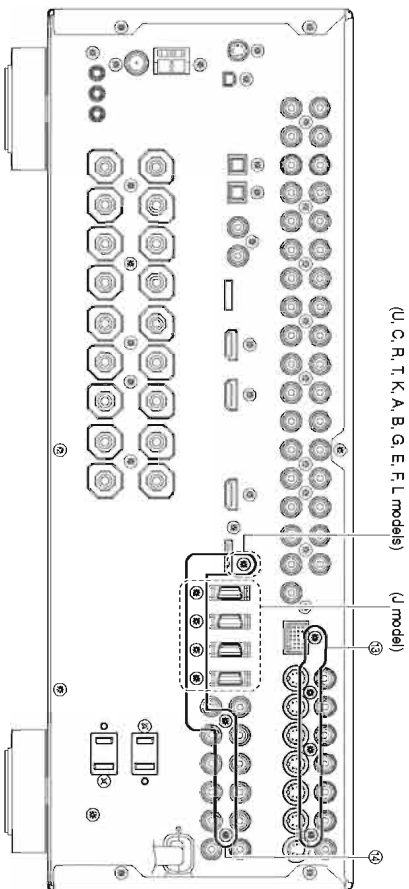

Fig. 5
- b. Remove 4 screws (23). (Fig. 5)
- e. Remove 3 screws (24). (Fig. 5)
- b. ㉓のネジ4本を外します。(Fig. 5)
- e. ㉔のネジ3本を外します。(Fig. 5)